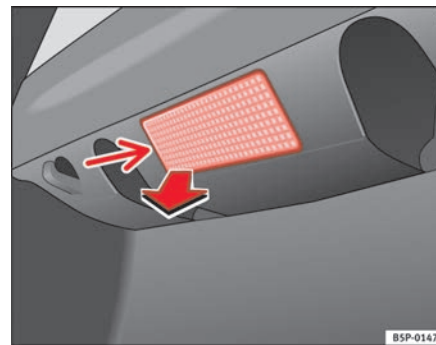

Fig. 196 Luz maletero
- Extraiga la tulipa haciendo presión sobre el borde de la parte interior de la misma -flecha- con ayuda de un destornillador por su parte plana. ⇒ fig. 196 ►